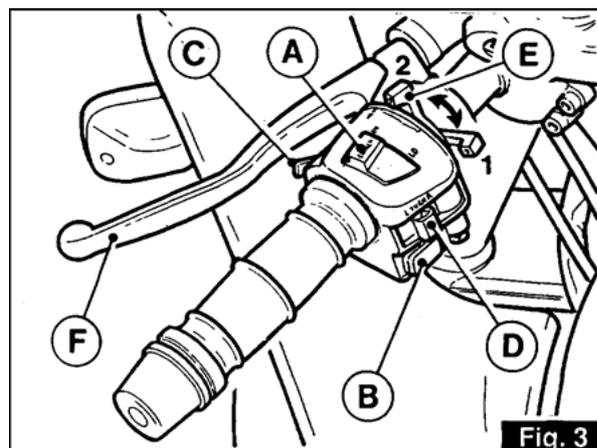

Fig. 3
3.2 INTERRUPTEURS DE COMMANDE FEUX (fig. 3 et 4)
Interrupteur «A» (fig. 3)
Avec l'interrupteur «A» fig. 3 sur la position «**H**».
3.3 BOUTON KLAXON, APPELS DE PHARE ET INTERRUPTEUR CLIGNOTANTS (fig. 3)
3.4 COMMANDE STARTER «CHOKE» («E» fig. 3)
3.5 LEVIER D'EMBRAYAGE («F» fig. 3)
- si le moteur est froid, mettre le starter «CHOKE» «E» sur la position «1» (voir fig. 3);